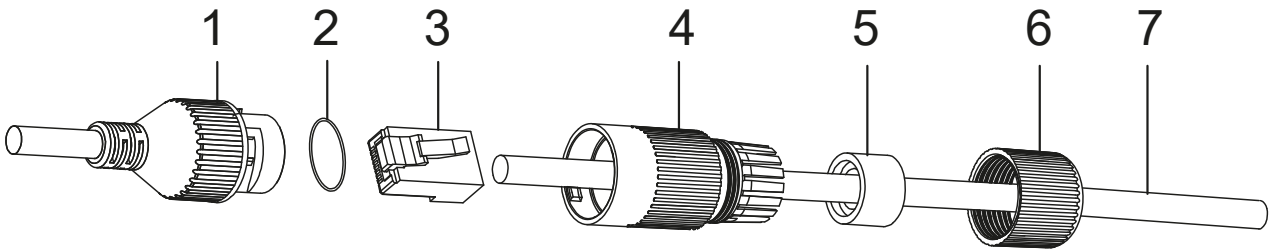

Рис. 2.9. Аксессуары для обеспечения водонепроницаемости кабеля Ethernet
1. Пропустите кабель Ethernet (7) без вилки через фиксирующую гайку (6), водонепроницаемую резиновую шайбу (5) и водонепроницаемый колпачок (4) в том порядке, как они перечислены и показаны на Рис. 2.9.
2. Обожмите на конце кабеля Ethernet вилку RJ-45 (3), расположив в ней провода витой пары в правильном порядке.
3. Наденьте гайку (2) на розетку кабеля Ethernet (1), идущего от видеокамеры.
4. Вставьте вилку кабеля Ethernet (3) от коммутатора или маршрутизатора в розетку кабеля Ethernet (1) от видеокамеры.
5. Вставьте водонепроницаемую резиновую шайбу в водонепроницаемый колпачок (4) и закрутите фиксирующую гайку (6) на водонепроницаемом колпачке (4).
6. Выровняйте защелку на водонепроницаемом колпачке (4) с пазом в розетке кабеля Ethernet (1) от видеокамеры и закрутите водонепроницаемый колпачок (4) на розетке кабеля Ethernet (1) от видеокамеры, чтобы завершить герметизацию.